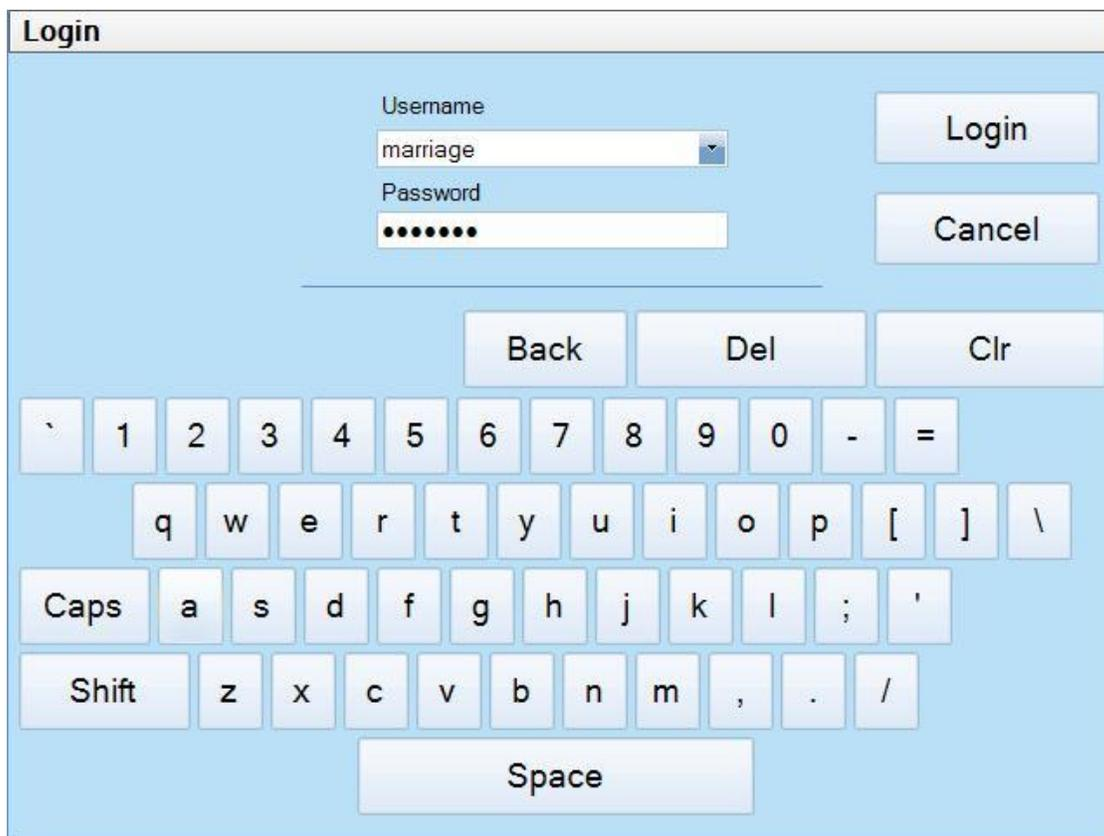

Figura 20: Painel de toque do projetor Christie
- Quando for exibida a lista de usuários, selecione “marriage” (Figura 20).